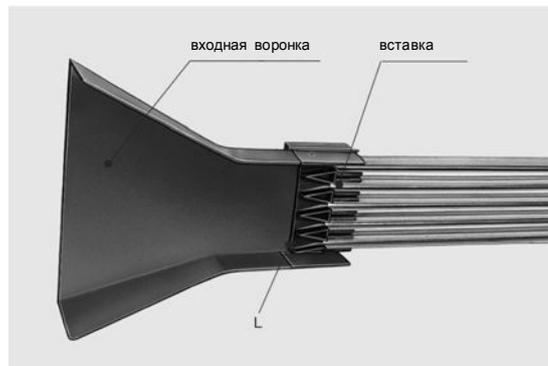

Рис. 21: входная воронка EMK 15
Для более длинных разрывов контактных рельсов токосъемники должны быть введены вместе с входной воронкой EMK (рис. 21 и 22).
- Подвесить входную воронку отдельно (рис. 21), так чтобы вставка (напр., при тепловом расширении контактных рельсов) во входной воронке могла сдвинуться.
Размер „L“ между вставкой и входной воронкой (рис. 21) в соответствии с таблицей: